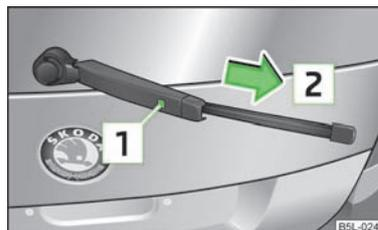

Fig. 38
- Ecartez le bras d'essuie-glace de la vitre et positionnez le balai d'essuie-glace à angle droit par rapport au bras d'essuie-glace » fig. 38.